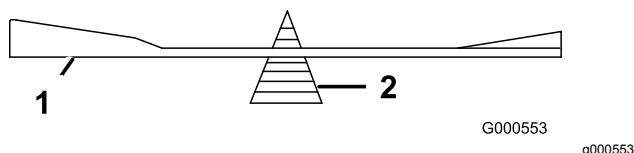

Figura 67
2. Verifique el equilibrio de la cuchilla colocándola sobre un equilibrador de cuchillas (Figura 67).